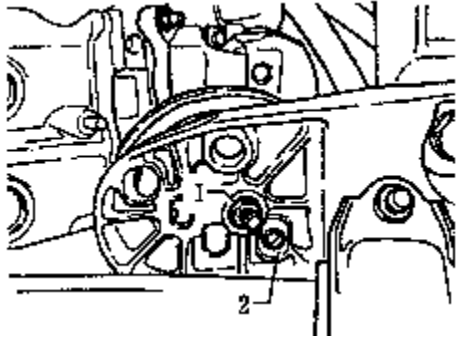

图 4-20 支架与定位套筒在发动机支座位置
(24) 从发动机支座（顶部）上抬起隔热板，拧下左、右发动机支座（顶部）的螺母，标出支架及定位套筒 2 在左、右发动机支座（底部）的位置（图 4-20）。将左、右发动机支座的螺母拧松几圈。